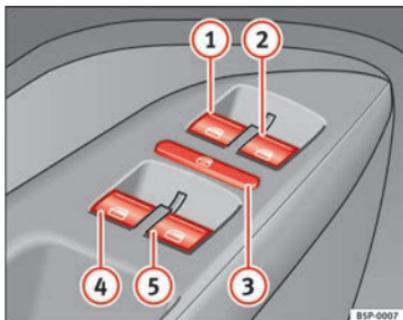

Fig. 67 Dettaglio della porta del conducente: interruttori dei finestrini anteriori e posteriori
I tasti ⇒ fig. 67 ① e ② hanno due livelli per l'apertura e due per la chiusura dei finestrini. In questo modo è più facile eseguire le operazioni di apertura e chiusura.